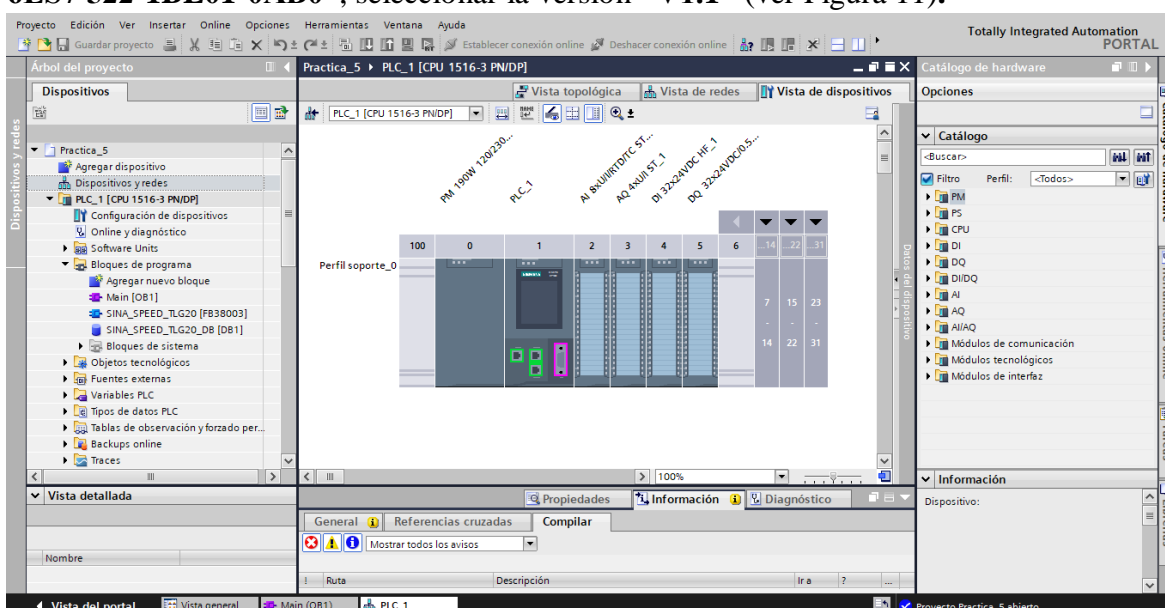

Figura 11. Módulos del controlador.
- Para agregar el “Módulo de salidas digitales” hacer clic en “**DQ**” / “**DQ 32x24VDC/0.5A HF**” / “**6ES7 522-1BL01-0AB0**”, seleccionar la versión “**V1.1**” (ver Figura 11).